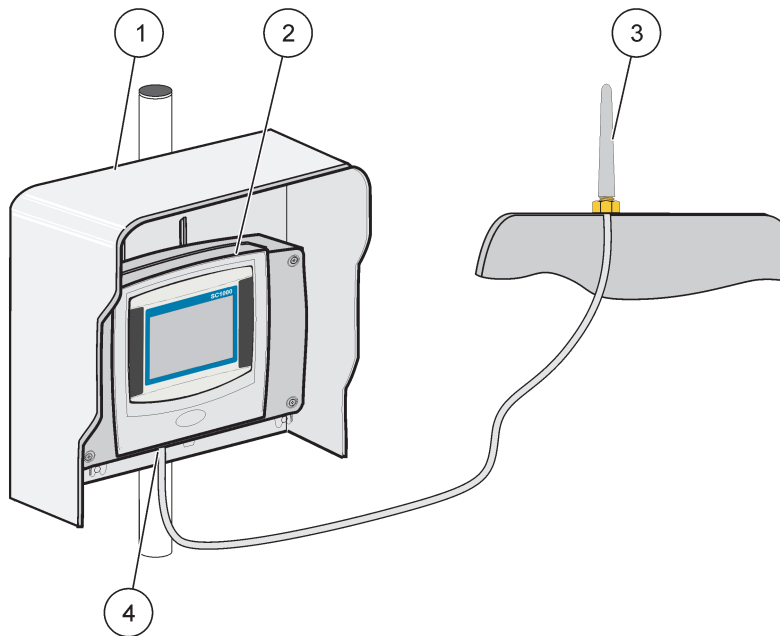

Bild 35 Anschließen der externen GSM-Antenne
4. Anbringen des Antennenkabels an den GSM-Antennenanschluss am Displaymodul (Bild 7). Verwenden des mitgelieferten Adapters, um die Antennenanschlüsse und den GSM-Antennenanschluss Bild 35 zu verbinden.